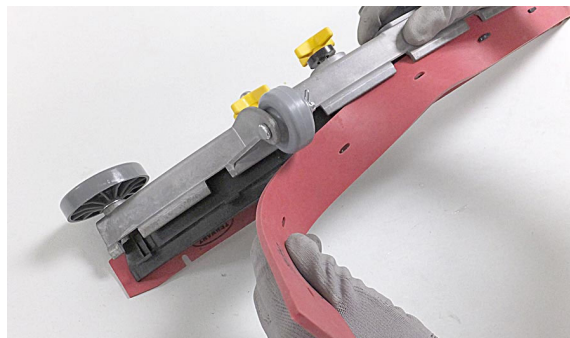

ABB. 124
3. Entfernen Sie das abgenutzte Blatt/Blätter von der Blatthalterung (Abbildung 124).